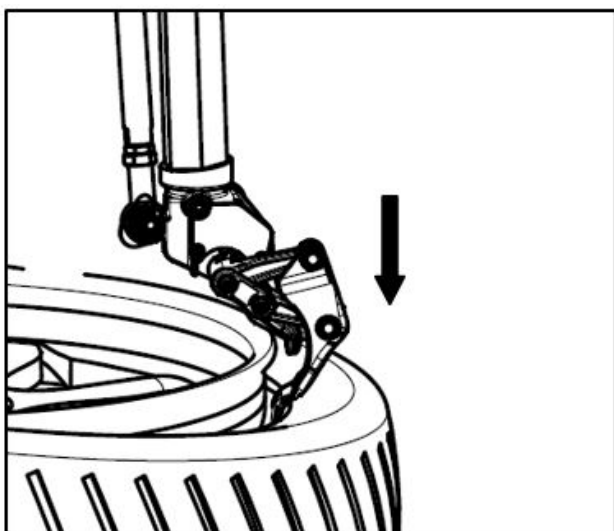

FIG29
- Træk kontrolventilen (FIG3-22) til demontagekrogen ned for at få demontagekrogen til at komme ind på indersiden af dækkanten. Hvis demontagekrogen ikke indsættes i dækkanten, når den er helt nede, træd på rotationspedalen for at dreje drejeskiven en smule, så krogen kan komme ind på indersiden af dækkanten som vist i FIG29. Hvis dækkanten er hårdere, brug trykpladen på hjælpearmsen til at trykke dækkanten ned, så krogen kan komme glat ind på indersiden af dækkanten.